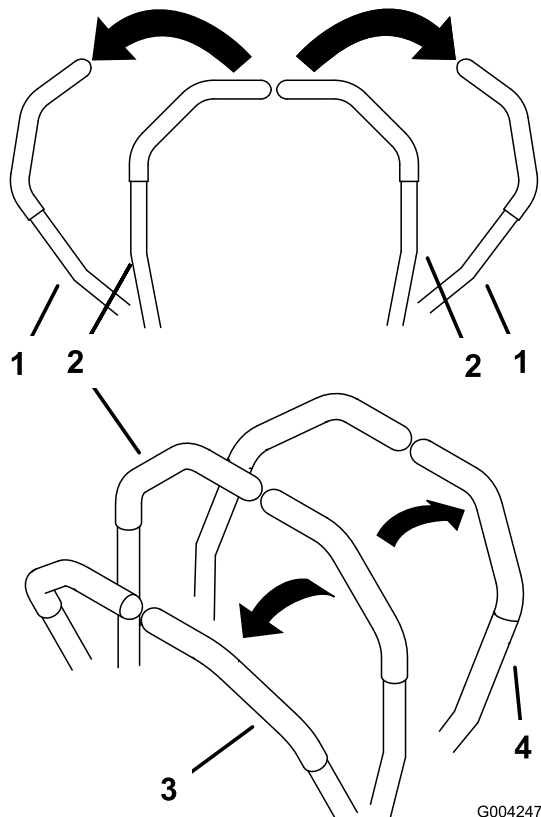

Figura 15
1. Mueva las palancas de control de movimiento hacia fuera (Figura 15) a la posición de bloqueo/punto muerto.
3. Para ir hacia adelante, empuje lentamente las palancas de control de movimiento hacia adelante (Figura 15).
Para ir recto, aplique la misma presión a ambas palancas de control de movimiento (Figura 15).
Para girar, mueva la palanca de control de movimiento hacia punto muerto en el sentido en el que desea girar (Figura 15).
2. Para ir hacia atrás, tire lentamente de las palancas de control de movimiento hacia atrás (Figura 15).
Para girar, deje de empujar la palanca de control de movimiento del lado al que desea girar (Figura 15).